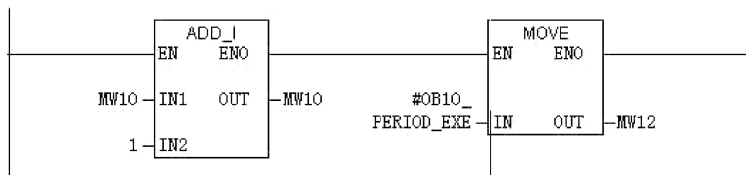

图 5-11 在 OB10 里编写的程序
9) 在 OB10 里编写如图 5-11 所示的程序，然后保存。